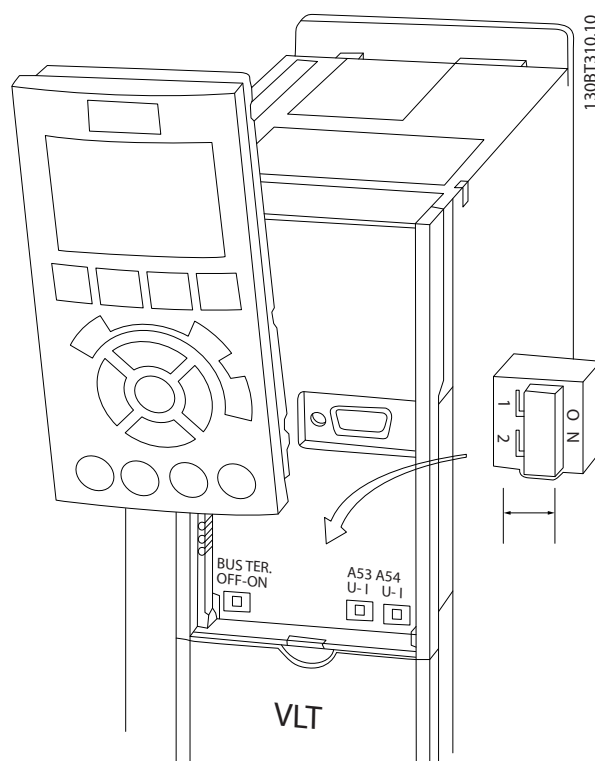

Ilustración 2.14 Ubitación de los interruptores y del interruptor de terminación de bus de los terminales 53 y 53
- Puede accederse a los conmutadores cuando se ha retirado el LCP (véase la *Ilustración 2.14*). Tenga en cuenta que algunas tarjetas de opción disponibles con la unidad podrían cubrir estos conmutadores y, por tanto, es necesario quitarlas para cambiar la configuración de los conmutadores. Desconecte siempre la alimentación de la unidad antes de quitar las tarjetas de opción.